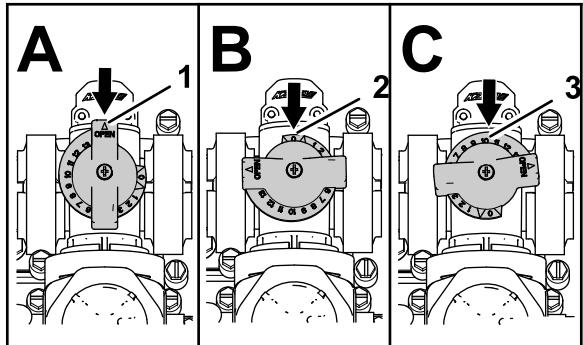

Figura 71
- La válvula de desvío de agitación se encuentra en la posición de totalmente Abierto como se muestra en la Figura 71 A.
- La Figura 71 B muestra la válvula de desvío de la agitación en la posición de Cerrado (0).
- La válvula de desvío de la agitación está en una posición Intermedia (relativa al manómetro del sistema de fumigación) como se indica en Figura 71 C.